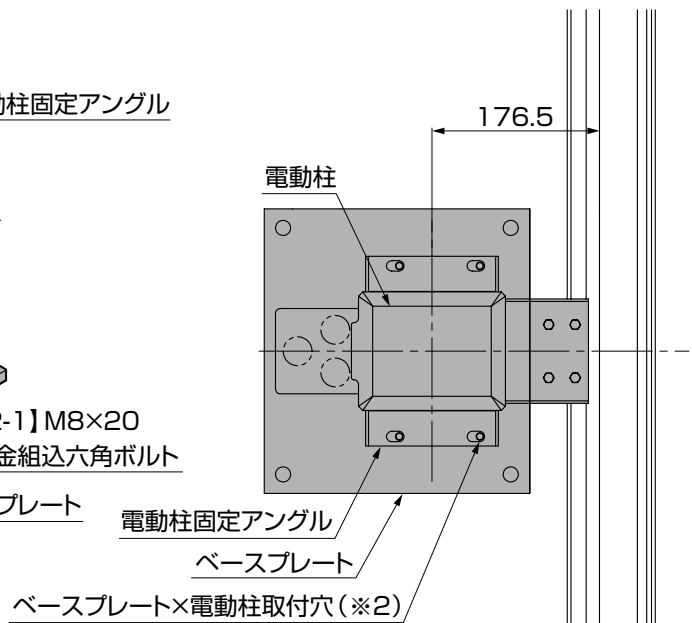

図4-4
- ベースプレート×電動柱取付穴は長穴になっていますが、長穴右側が標準取付位置（※2）になります。（図4-4参照）